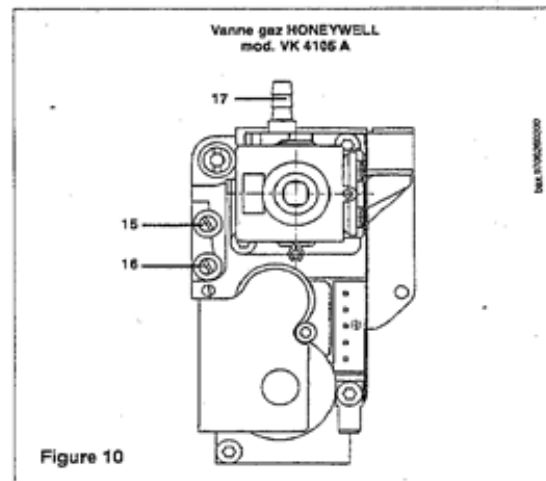
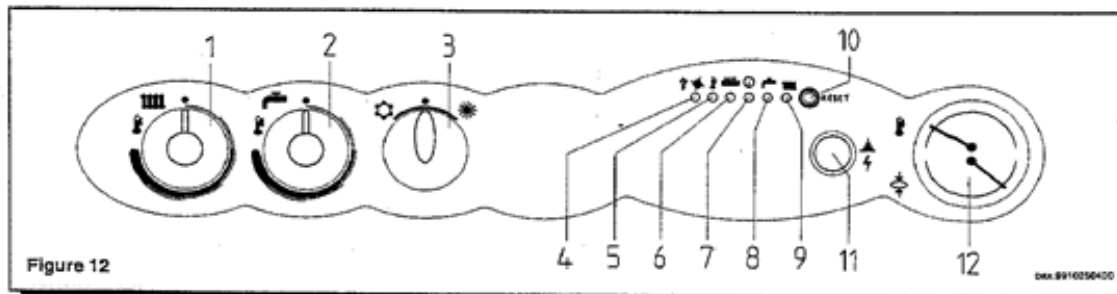

Figure 10
Figure 12
- * ouvrir le robinet gaz et tourner le commutateur (3) de la figure 12 afin de mettre la chaudière en position ETE (☼);
- * visser à fond sans forcer la vis noire (a) au tube (b) figure (11);
- * s'assurer que la pression dynamique d'alimentation de la chaudière, mesurée au niveau de la prise de pression (16) de la vanne gaz (figure 10 de la page 11) soit correcte.
Cette fonction prévoit un ajustement de température toutes les heures. Pendant la mise à température du microcumulus, ou pendant le rétablissement de la température, le témoin (8) figure 12 clignote.